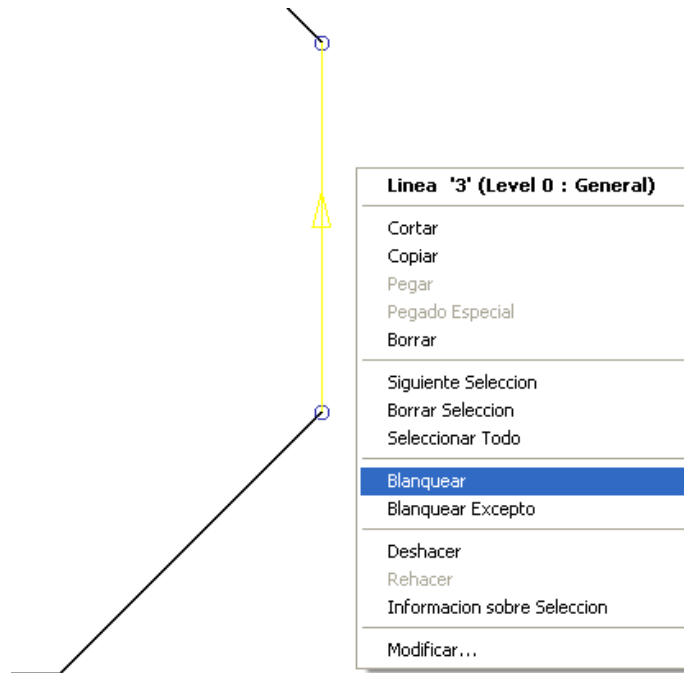

Figura 2.17 Seleccionar Blanquear del menú del elemento.
- Pulsar el botón izquierdo sobre una de las líneas para seleccionarla (se torna amarilla) y luego pulsar el botón derecho sobre la línea, se abre el menú del elemento, después seleccionar Blanquear, Figura 2.17 (teclas rápidas Ctrl + J), la línea seleccionada ya no aparecerá.